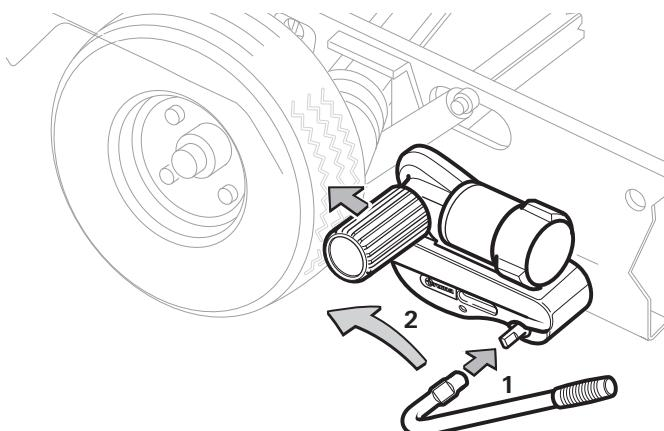
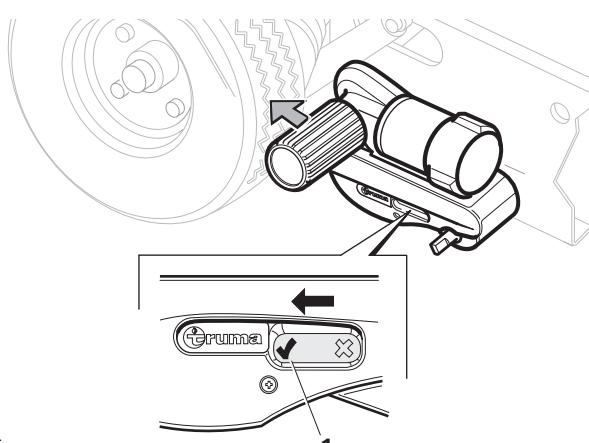

Figura 4
Figura 5
- Introducir la palanca de presión en el eje de presión (figura 4 - 1).
- Girar la palanca de presión en la dirección de la flecha (hacia la rueda del vehículo) (figura 4 - 2) hasta que el indicador de posición de la carcasa esté establecido en «/» (figura 5 - 1). En la posición final, la unidad de accionamiento encaja de modo seguro y el rodillo impulsor se presiona aprox. 20 mm en los neumáticos. Debe comprobarse en ambos lados antes de maniobrar.